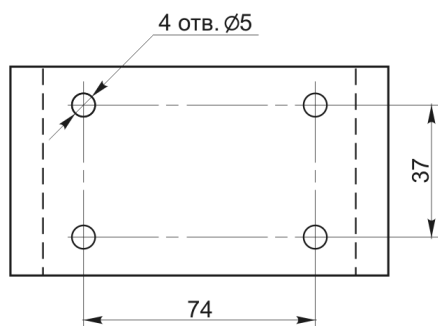

Рис. 2. Крепёжная площадка МПП «Гарант-5».
6.3 Закрепить крепёжную площадку модуля в соответствии с определенными местами (по п. 6.2) и разметкой отверстий (рис. 2).